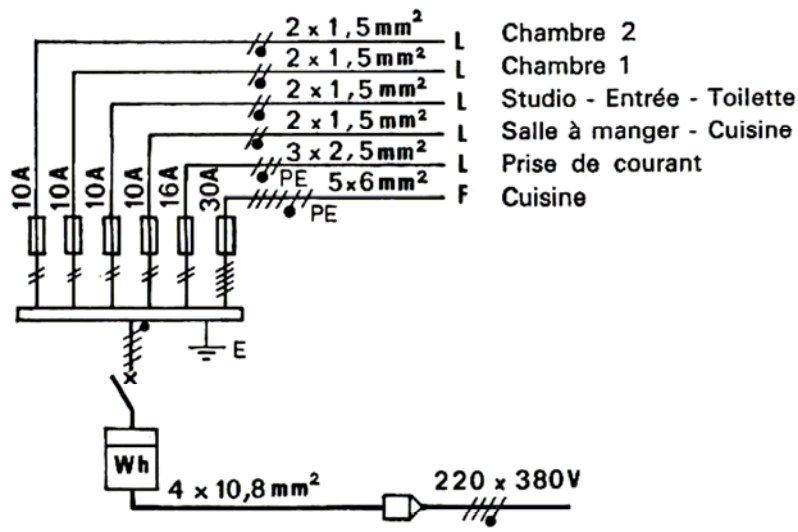

Figure 4.7 - Schéma général de distribution
- **Schémas généraux de distribution** - indiquent sous une forme simplifiée et développée, à partir du branchement, la répartition des circuits vers les utilisateurs. (Figure 4.7.)